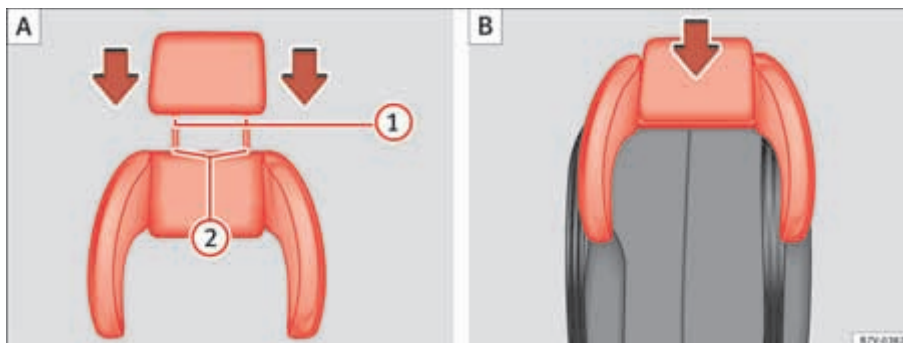

Fig. 31 Asiento integrado para niños: colocar el apoyacabezas sobre el apoyacabezas lateral (A) y montar (B).
- Inserte las varillas-guía ⇒ página 55, fig. 31 **1** del apoyacabezas en los orificios del apoyacabezas lateral ⇒ página 55, fig. 31 **2**.
- Inserte el apoyacabezas junto con el apoyacabezas lateral en los orificios previstos en el respaldo correspondiente ⇒ página 55, fig. 31 **B**.